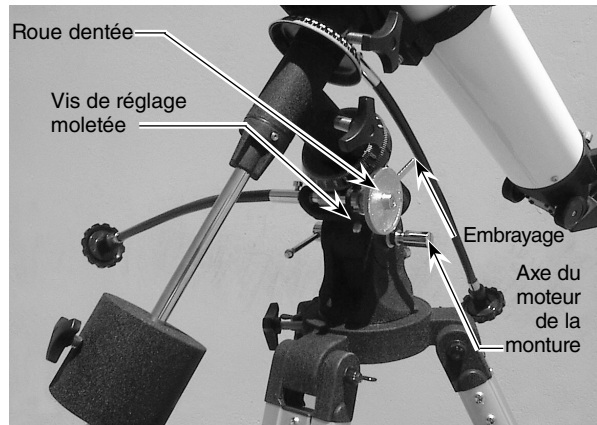

Figure 4. La monture EQ-2 est livrée avec de nombreuses pièces du système de motorisation EQ-2M préinstallées.
1. La plupart des pièces du système de motorisation EQ-2M sont préinstallées sur votre monture EQ-2. La roue dentée sur l'extrémité droite de la vis sans fin RA, l'embrayage de forme spéciale, l'arbre du moteur et la vis moletée juste en dessous de la vis sans fin RA font partie du système de commande du moteur (voir **figure 4**).